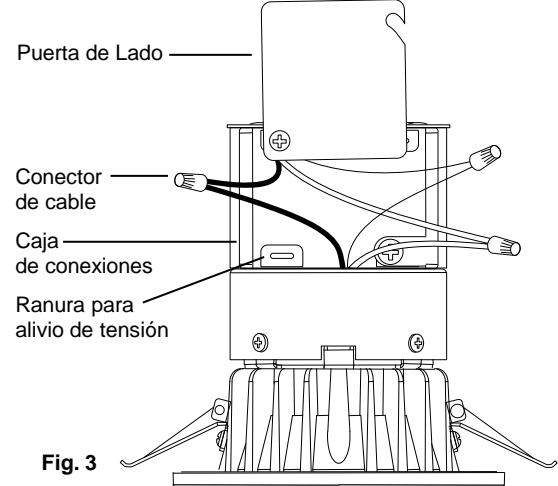

Fig. 3
4. Open the side door of the junction box. If you are using a BX cable, remove one of the round knockouts located on the top or sides of the junction box. If you are using NM cable, remove a rectangular knockout on the back of the junction box. Insert about 5 or 6 inches of the NM cable into the junction box through one of the provided strain-relief slots. (Fig. 3)
5. Remove at least 3" of the cable's outer sheath and remove the plastic or paper over-wrap. Strip approximately 3/8" of insulation from the ends of all supply wires. Using the wire connectors, make the following wire connections within the junction box (Fig. 3):
4. Abra la puerta de lado de la caja de conexiones. Si está utilizando un cable BX, retire uno de los detalles redondos ubicados en la parte superior o laterales de la caja de conexiones. Si está utilizando un cable de NM, quite un detalle rectangular en la parte posterior de la caja de conexiones. Inserte unos 5 o 6 pulgadas del cable NM en la caja de conexiones a través de una de las ranuras para alivio de tensión. (Fig. 3)
5. Retire al menos 3 " de la vaina externa del cable y la envoltura plástica o el papel de embalar. Pele aproximadamente 3/8 " de aislamiento de los extremos de los cables de alimentación. Usando los conectores de cable, haga las siguientes conexiones de cables dentro de la caja de conexiones (Fig. 3):
4. Ouvrez le couvercle latéral de la boîte de jonction. Si vous utilisez un câble BX, retirez l'un des noeuds ronds situés sur le dessus ou sur les côtés de la boîte de jonction. Si vous utilisez un câble NM, enlevez un noeud rectangulaire à l'arrière de la boîte de jonction. Insérez une longueur d'environ 5 à 6 po (12,7 à 15,24 cm) du câble NM dans la boîte de jonction en la faisant passer par la fente d'un des protecteurs de cordon. (Fig. 3)
5. Enlevez une longueur d'au moins 3 po (7,62 cm) de la gaine extérieure du câble et retirez le film de plastique ou le papier. Dénudez l'extrémité de tous les fils d'alimentation sur une longueur d'environ 3/8 po (9,5 mm). À l'aide des connecteurs de câble, effectuez les connexions électriques suivantes dans la boîte de jonction (Fig. 3) :